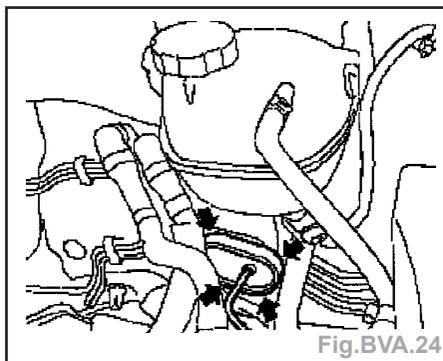

Fig.BVA.24
- Dégrafer le passe-câble du tablier (**flèches**) (Fig.BVA.24).